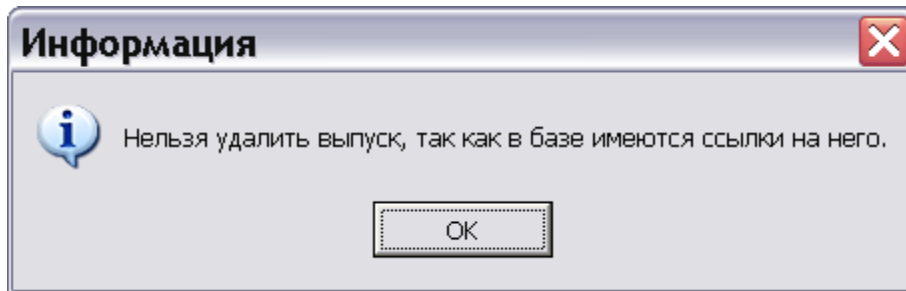

Рис. 23.16
- Если выпуск связан с какой-либо версией МД, то появится сообщение системы о невозможности его удаления (Рис. 23.16).